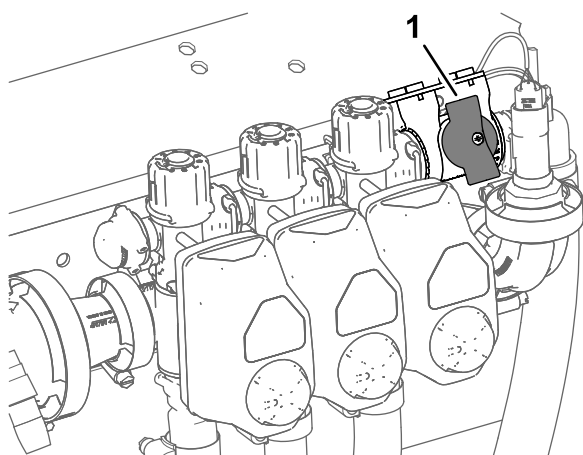

Figure 27
2. Tournez la vanne de coupure de dérivation de section à la position fermée (Figure 27).